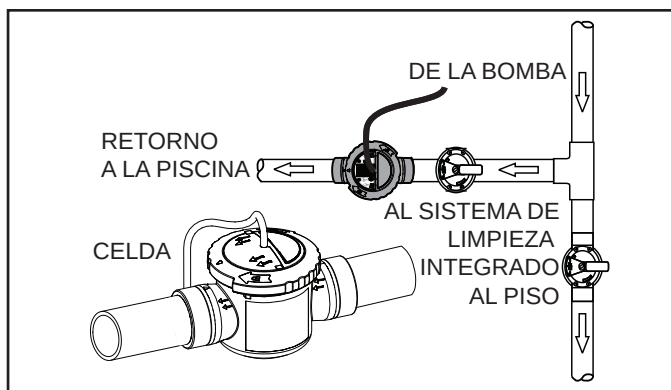

Figura 8. Nueva hidráulica de la piscina para sistemas integrados al piso
**NOTA** No instale el clorador en sistemas integrados al piso que no tengan un retorno especializado hacia la piscina, como se muestra en la Figura 8.